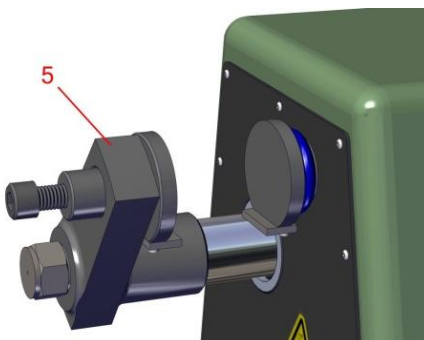

Figure 5.3.1
1. Installez le support de mors ajustable fourni avec l'Accessoire pour Essai de Résistance à l'Éclatement sur le bras de serrage mobile (Figure 5.3.1, N°5) de l'appareil de mesure.
2. Alignez les pions situés à l'arrière des mors avec les orifices situés sur le bras de serrage mobile (Figure 5.3.1, N°5) et le support du mors fixe (Figure 7.3, N°11). Glissez doucement les mors sur le bras de serrage mobile et le support du mors fixe.